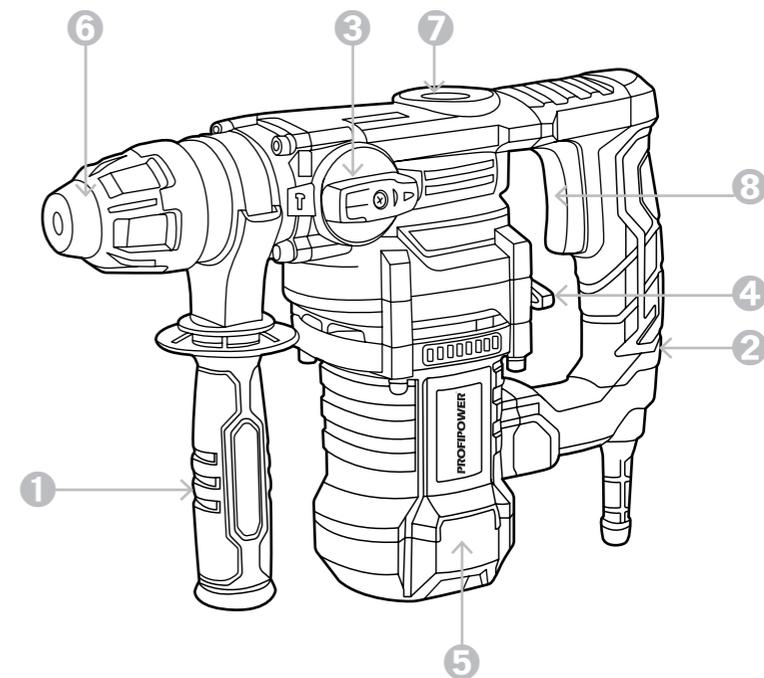

Рисунок 1.1. Устройство инструмента PBH26
ВНИМАНИЕ! Пользуйтесь электроинструментом только с дополнительной рукояткой «1» (рисунок 1.1.). Дополнительную рукоятку «1» можно повернуть в любое положение для удобства контроля инструмента и безопасной работы.
- 1 Для включения электроинструмента нажмите выключатель «8» (рисунок 1.1.) и держите его нажатым.
ВНИМАНИЕ! Изменяйте режим работы только при выключенном электроинструменте! В противном случае электроинструмент может быть поврежден. Перфоратор имеет три режима: сверление без удара, сверление с ударом, выбор поворота оснастки. Переключателями режимов «3», «4» (рисунок 1.1.) выберите режим работы электроинструмента в соответствии с Таблицей 4.